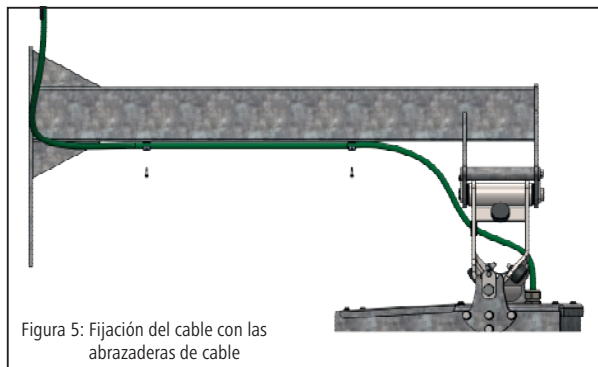

Figura 5: Fijación del cable con las abrazaderas de cable
8. Asegure el tornillo de fijación M14 para evitar que se suelte; para ello, utilice la chapa de seguridad (Figura 4, posición 11), el tornillo (Figura 4, posición 11), la arandela (Figura 4, posición 12) y la tuerca autoblocante (Figura 4, posición 13). Fije el cable del motor al brazo de suspensión utilizando abrazaderas y tornillos autorroscantes (Figura 5).